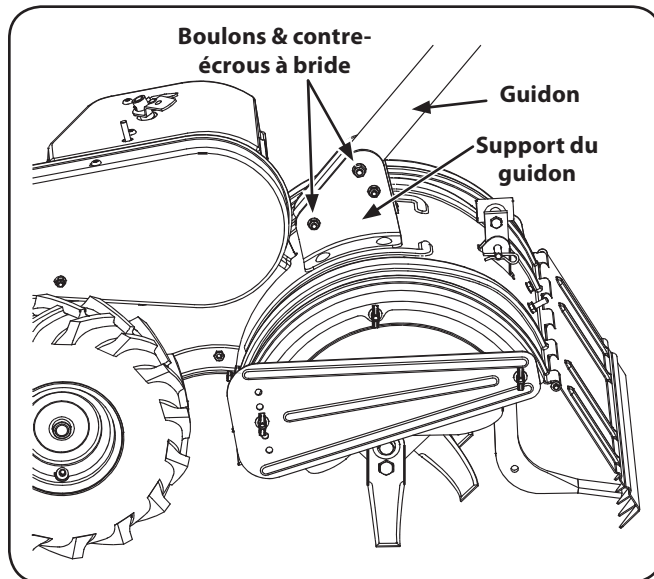

Figure 3-2
1. Enlevez les deux boulons et les deux contre-écrous à bride sur le haut des supports de montage du guidon, comme à la Figure 3-2. Ne retirez pas le boulon et l'écrou du bas.